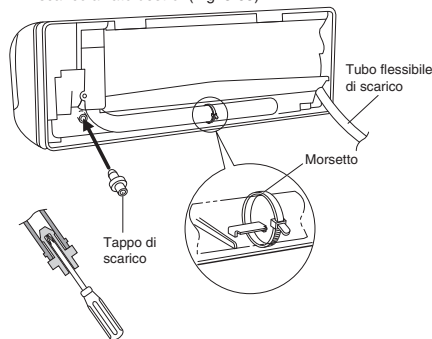

Fig. 3-65
- (d) Rifissare il tubo di scarico al lato sinistro e il tappo di scarico al lato destro. (Fig. 3-65)